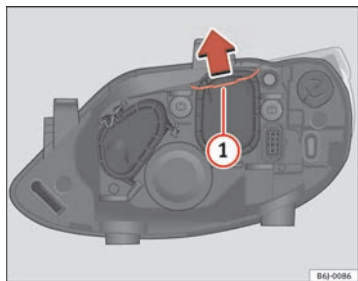

Abb. 142 Abblendlicht
- Die Strebe ⇒ Abb. 142 ① in Pfeilrichtung verschieben und den Deckel abnehmen.